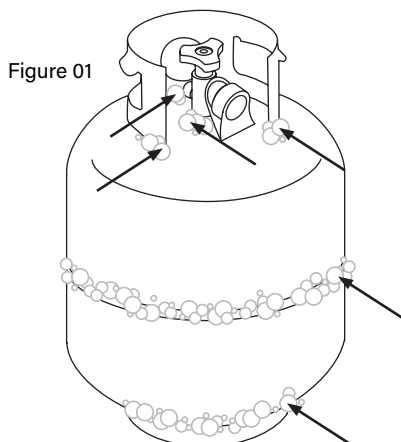

Figure 01
**ÉTAPE 01** Appliquez une solution savonneuse sur les zones de joint du réservoir. (Indiqué par des flèches sur la figure 01.)